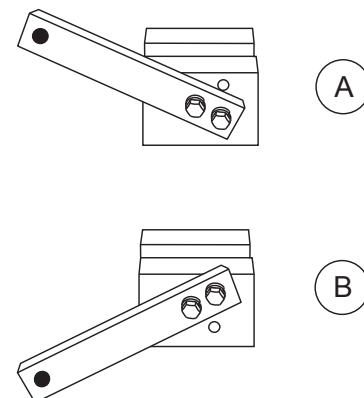

Abb. 34. Vorbereiten der Justiervorrichtung
2. Schwenkarm der Vorrichtung in die korrekte Position (oben oder unten) entsprechend der Drehrichtung des Flügelarms bringen, siehe Abb. 34.
Für Arme mit Drehrichtung **im Uhrzeigersinn** muss sich der Schwenkarm der Vorrichtung in der **OBEREN** Position befinden (A in Abb. 34). Für Arme mit Drehrichtung **entgegen dem Uhrzeigersinn** muss sich der Schwenkarm der Vorrichtung in der **UNTEREN** Position befinden (B in Abb. 34).